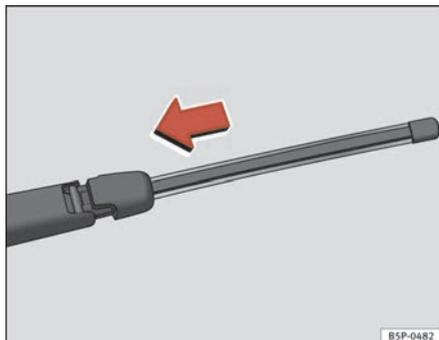

Fig. 180 Poser le balai d'essuie-glace arrière
- Placez le balai comme indiqué sur la figure ⇒ fig. 180 puis faites glisser l'adaptateur jusqu'à ce qu'il s'emboîte.